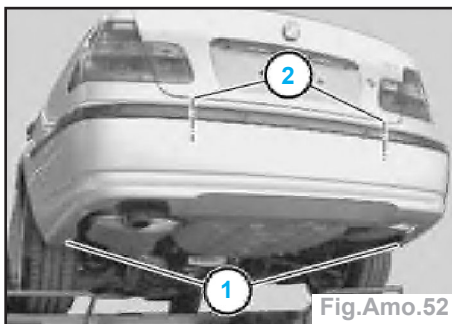
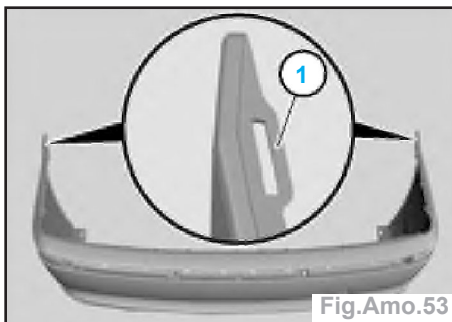

Fig.Amo.52
Fig.Amo.53
- Déposer les vis (1) (Fig.Amo.52).
- Détacher les vis (2) de l'absorbeur.
Nota : la nervure (1) située sur la ramification ne doit pas être endommagée au cours de l'opération suivante (Fig. Amo.53).